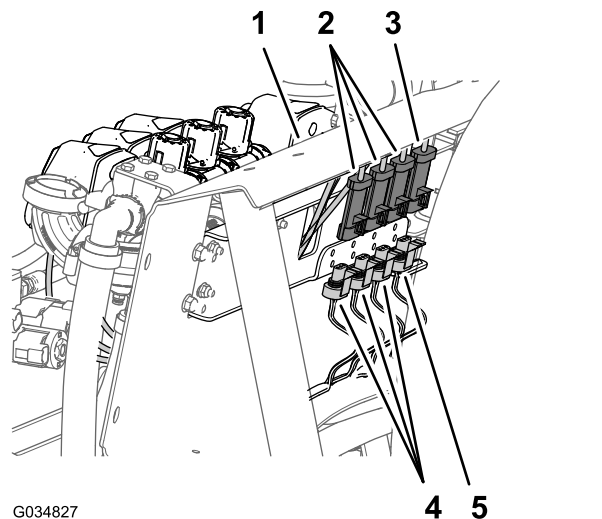

Figura 23
2. Na traseira da montagem do coletor, desligue o conector de três tomadas da válvula de agitação e os conectores de três tomadas das três válvulas da secção da rampa (Figura 23).